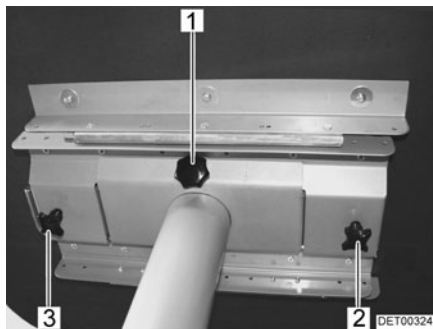

Fig. 86 Table fixe (vue de dessous)
- Dévisser les vis de fixation (Fig. 86,2 et 3).
- Dévisser la vis de fixation (Fig. 86,1).
- Desserrer les vis moletées (Fig. 86,2 et 3).